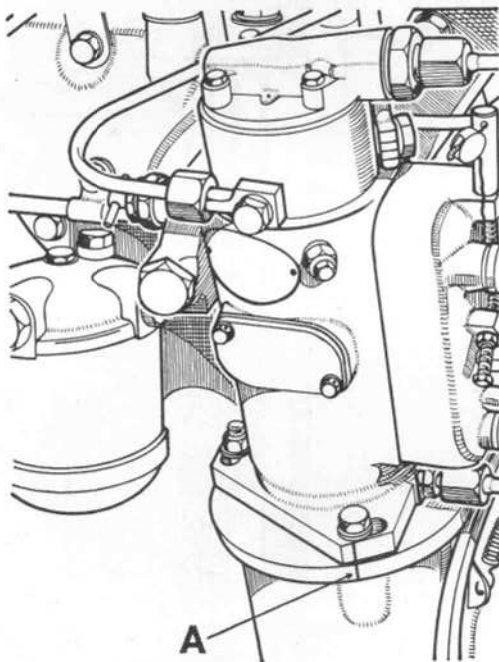

Figure 14. REPÈRES DE CALAGE DE POMPE D'INJECTION
une autre pompe, il suffira d'aligner les deux repères pour obtenir le calage d'origine (voir figure 14).
4. Orienter le corps de pompe de façon à aligner les repères de calage (voir figure 14), bloquer alors les écrous de fixation.